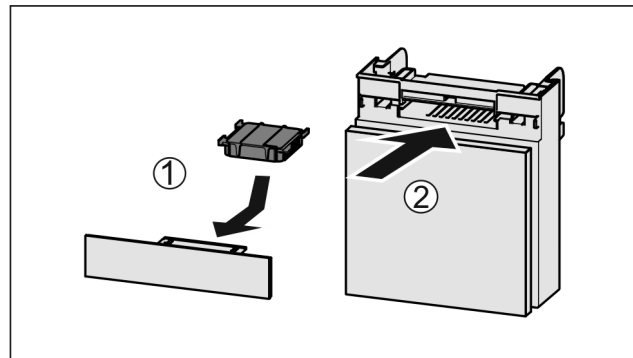

Fig. 138
- ▶ Inserire il vano Fig. 138 (2).